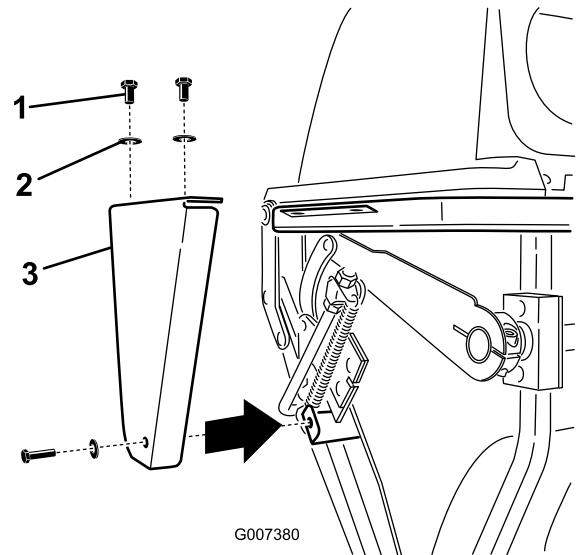

Figura 51
3. Retire la chapa lateral de ambos lados del ensacador (Figura 51).